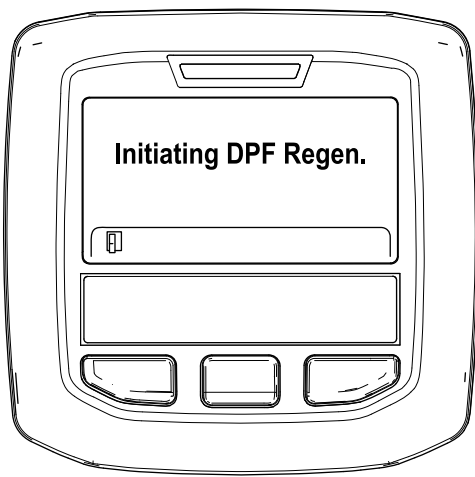

図 35
- A. Initiating DPF Regen DPF 再生開始中というメッセージが表示される 図 35。